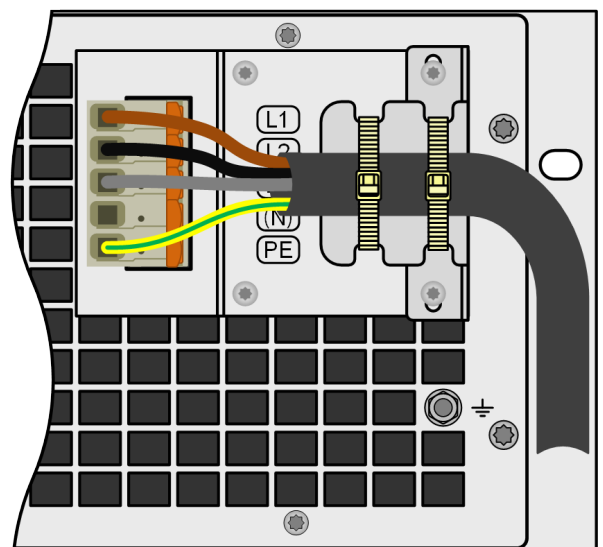

Figure 12 - Bride de soulagement entièrement montée
2. Placer la bride, puis la fixer avec les vis (M3x8) et les rondelles fournies. Voir le *Figure 12*.